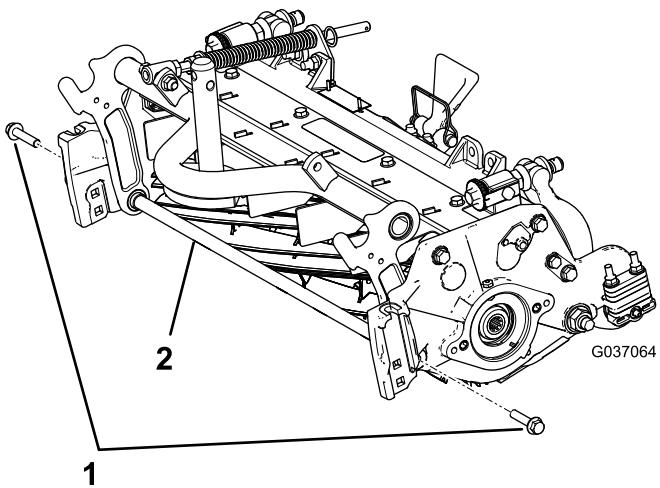

Figura 5
- A. Retire los 2 pernos con arandela prensada que sujetan la varilla de soporte, y retire la varilla de soporte (Figura 5).